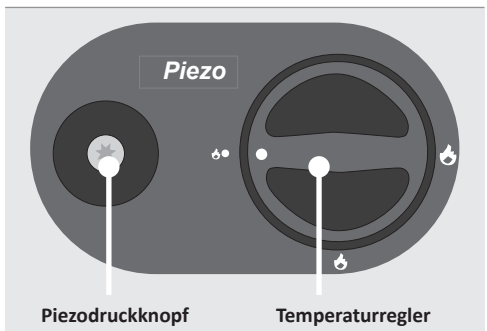

Abb. 5: Bedienfeld (Abb. ähnlich - modellabhängig)
2. Drücken Sie den **Temperaturregler** nach unten und drehen Sie ihn auf die Position • 🔥 „**große Flamme**“ (siehe Abb. 5).
4. Betätigen Sie bei **gleichzeitig gedrücktem Drehknopf** den **Piezodruckknopf mehrmals hintereinander**, um die Wächterflamme zu entzünden (siehe Abb. 5). Ist die Wächterflamme sichtbar, gehen Sie wie folgt vor: